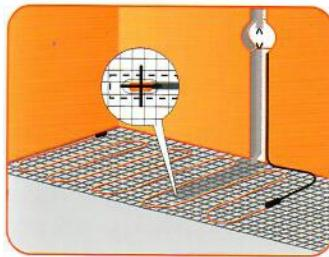

Рисунок 3
9. Уложите нагревательный мат. проследите, чтобы место расположения датчика температуры оказалось на равном расстоянии между витками нагревательного кабеля (рисунок 3).
10. Выведите установочные провода «ONHEAT», к месту расположения терморегулятора через канавку, подготовленную в стене (рисунок 3). Проверьте отсутствие обрывов. Для проверки повреждений нагревательного мата и датчика температуры в процессе укладки необходимо обязательно измерьте сопротивление нагревательного мата и датчика температуры. Их значение должны соответствовать паспортным данным.